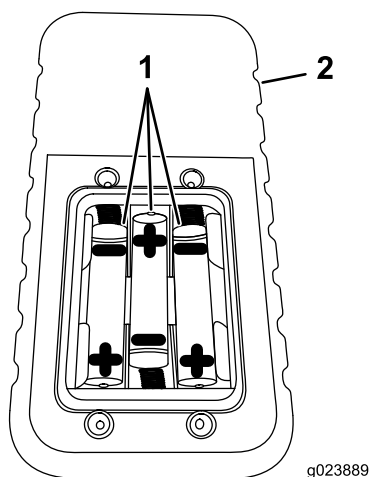

Figura 59
4. Instale 3 pilhas AAA novas no sentido mostrado em Figura 59.